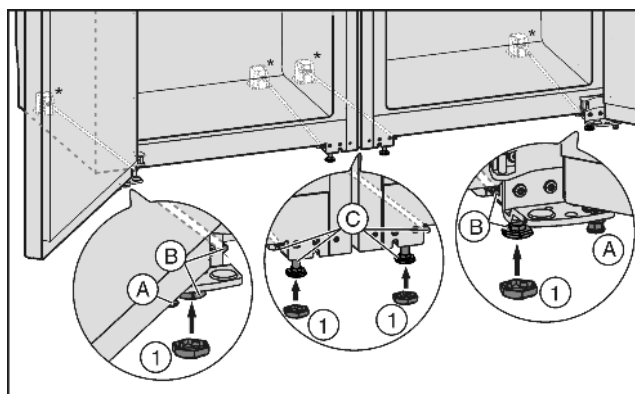

Fig. 4
- ▶ Se necessario, avvitare completamente i piedini di regolazione Fig. 4 (A) davanti ai due apparecchi, in modo da evitare alcun contatto con il terreno.
- ▶ Infilare i cappucci Fig. 4 (1) sui quattro piedini di regolazione anteriore.
- Avvitare i piedini di regolazione centrali Fig. 4 (C), per evitare qualsiasi contatto con il terreno.
- Allineare la combinazione mediante i piedini di regolazione esterni Fig. 4 (B).
- Abbassare di nuovo i piedini di regolazione centrali Fig. 4 (C) (A), finché non toccano il pavimento.
- Successivamente fissare la porta: abbassare i piedini di regolazione Fig. 4 (A) nel blocco di supporto, finché poggia sul pavimento, quindi girare ancora di 90°.